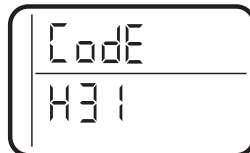

Figure 19
6. Maintenez une pression sur **MODE/SET** jusqu'à ce que le code du modèle (H31 pour GXMH31H) s'affiche sur l'écran (voir Figure 19). Ce code identifie le mode d'adoucissement. Si un code de modèle incorrect est affiché, l'adoucisseur fonctionnera avec des données de configuration incorrectes.